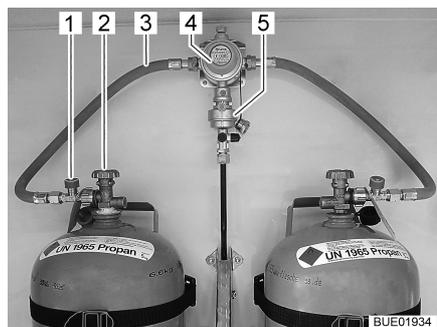
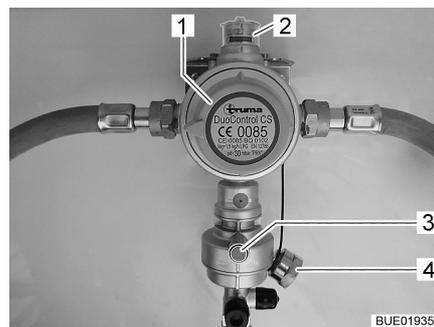
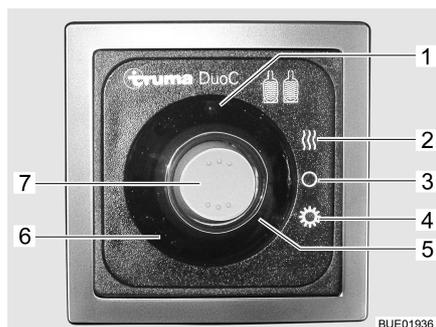

Fig. 39 Bombonas de gas con DuoControl
Fig. 40 Sistema de regulación DuoControl
Fig. 41 Unidad de mando DuoControl
El sistema de regulación DuoControl se compone de una válvula selectora (Fig. 39,4) y el sensor de impacto (Fig. 39,5). El sistema de regulación DuoControl está montado entre las gomas del gas (Fig. 39,3) con dispositivo de seguridad en caso de rotura de manguera (Fig. 39,1). Con el botón giratorio (Fig. 40,1) en la válvula selectora se puede determinar cuál de las bombonas de gas se utilizará como bombona de servicio y cuál de ellas como bombona de reserva.
En la mirilla (Fig. 40,2) se indica el estado del suministro de gas:
Está permitido el funcionamiento con una sola bombona de gas; sin embargo, la conexión abierta se deberá tapan con una tapa ciega (Fig. 40,4).
El sensor de impacto bloqueará el suministro de gas en caso de un impacto significativo (p. ej. accidente). El sensor de impacto se pone en funcionamiento pulsando el botón de restablecimiento verde (Fig. 40,3).
El dispositivo de seguridad en caso de rotura de manguera (Fig. 39,1) bloqueará el flujo de gas si se rompe la manguera conectada. El dispositivo de seguridad en caso de rotura de manguera se deberá activar pulsando la tecla verde.
En la unidad de mando (Fig. 41), se conecta y desconecta el suministro de gas a través del sistema de regulación DuoControl. Las llaves de paso principales (Fig. 39,2) de las bombonas de gas y las válvulas de paso de gas deben abrirse a mano.
El modo de verano y de invierno se cambian con el interruptor basculante (Fig. 41,7) en la unidad de mando.
Las dos luces de control en la unidad de mando indican el nivel de llenado de la bombona de servicio. Al estar encendida la luz de control verde (Fig. 41,6), la bombona de servicio dispone de un llenado suficiente. Al estar encendida la luz de control roja (Fig. 41,5), estará vacía la bombona de servicio. Entonces, el suministro de gas se realizará a través de la bombona de reserva.
- Con el botón giratorio (Fig. 40,1) en la válvula selectora, seleccionar la bombona de gas de la que habrá de tomarse el gas principalmente (bombona de servicio). Girar el botón giratorio siempre hasta el tope.
- Abrir las llaves de paso principales (Fig. 39,2) de las bombonas de gas.
- Pulsar la tecla verde del dispositivo de seguridad en caso de rotura de manguera (Fig. 39,1). En la mirilla (Fig. 40,2) se visualizará la marca verde.
- Conectar el sistema de regulación DuoControl en la unidad de mando (Fig. 41). Para ello, ajustar el interruptor basculante (Fig. 41,7) en modo de invierno (Fig. 41,2) o en modo de verano (Fig. 41,4). La luz de control amarilla, deshelador (Fig. 41,1) estará encendida al haberse seleccionado el modo de invierno.
- Ajustar el interruptor basculante (Fig. 41,7) en la posición DESC. (Fig. 41,3). Las luces de control se apagarán.
- Cerrar las llaves de paso principales (Fig. 39,2) de las bombonas de gas.
En caso de que luz de control verde (Fig. 41,6) se apague durante el servicio y se encienda la luz de control roja (Fig. 41,5), estará vacía la bombona de servicio y se deberá cambiar. En la mirilla (Fig. 40,2) se visualizará la marca roja. La bombona de reserva seguirá suministrando gas a los consumidores de gas.
- Girar el botón giratorio (Fig. 40,1) media vuelta en sentido de la bombona de gas utilizada de momento. De este modo, esta bombona de gas ahora será la bombona de servicio y la bombona de gas vacía se convertirá en la bombona de reserva. La marca en la mirilla (Fig. 40,2) cambiará de rojo a verde.
- Cerrar la llave de paso principal (Fig. 39,2) de la bombona de gas vacía. Observar el sentido de la flecha.
- Pulsar la tecla verde del dispositivo de seguridad en caso de rotura de manguera (Fig. 39,1).